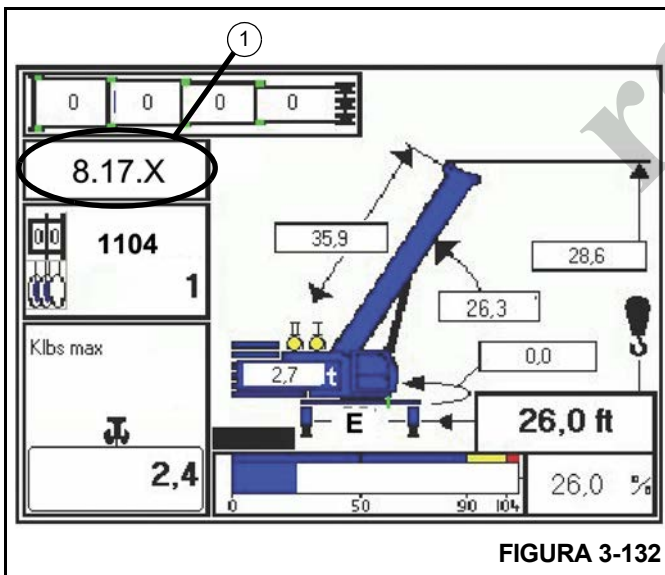

FIGURA 3-132
Pressionando a tecla “ENTRAR” duas vezes o operador confirma o código de movimentação de carga. Se um estabilizador estiver fora da tolerância de $\pm 3\%$ um código de erro será exibido; consulte *Exibição do código de erro*, página 3-137 e (1) Figura 3-132.
Quando algum estabilizador não está na posição correta que corresponda ao código de movimentação de carga selecionado, a confirmação do código de movimentação de carga ainda estará disponível, entretanto, o código de erro correspondente será exibido na tela de operação (1, Figura 3-132).